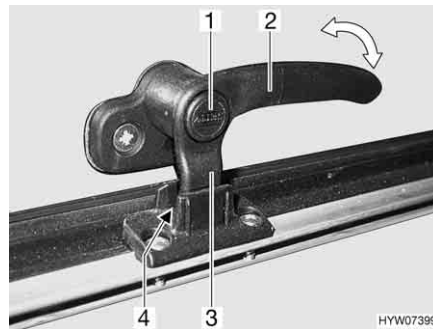
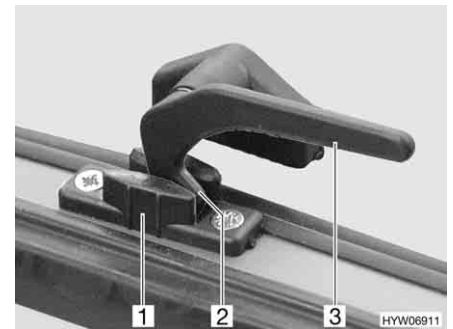

Fig. 70 Palanca de bloqueo con botón de seguridad en la posición de "ventilación continua"
Fig. 71 Palanca de bloqueo en la posición de "ventilación continua"
- En la posición "ventilación continua" (Fig. 70 y Fig. 71)
- Si existe, pulsar el botón de seguridad (Fig. 70,1) y mantenerlo pulsado.
- Girar la palanca de bloqueo (Fig. 70,2 ó Fig. 71,3) un cuarto de vuelta hacia la mitad de la ventana.
- Girar de nuevo hacia atrás la palanca de bloqueo. El saliente de bloqueo (Fig. 70,3 ó Fig. 71,2) de la palanca de bloqueo se ha de introducir para ello en el rebaje del bloqueo de la ventana (Fig. 70,4 ó Fig. 71,1).
- Si existe, soltar el botón de seguridad (Fig. 70,1).